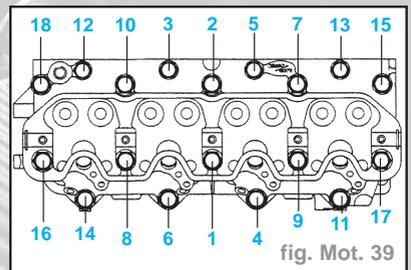

fig. Mot. 39
- Serrer tous les boulons selon la séquence indiquée, à un couple de 4 daN.m (fig. Mot. 39).
Taille des boulons : (Fig. Mot. 39)
- Toujours dans l'ordre (Fig. Mot. 39) : Resserrer en deux passes à (serrage angulaire) 60° + 60°